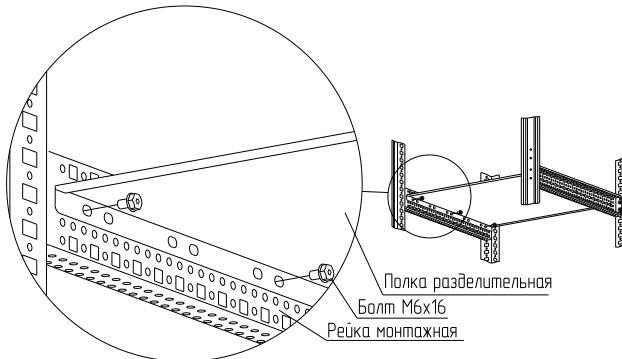

Рисунок 17
4.7.3 Закрепите полку разделительную болтами M6×16 между рейками монтажными (рисунок 17). Момент затяжки – 7 Н·м. Болты приобретаются отдельно.